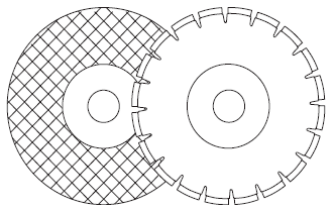

Рис. 21
- Режущие диски доступны в двух исполнениях: абразивные и алмазные (рис. 21).